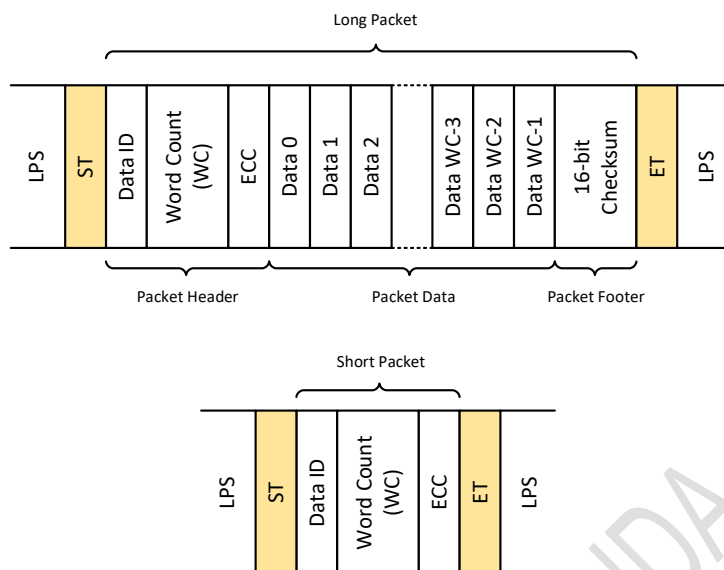
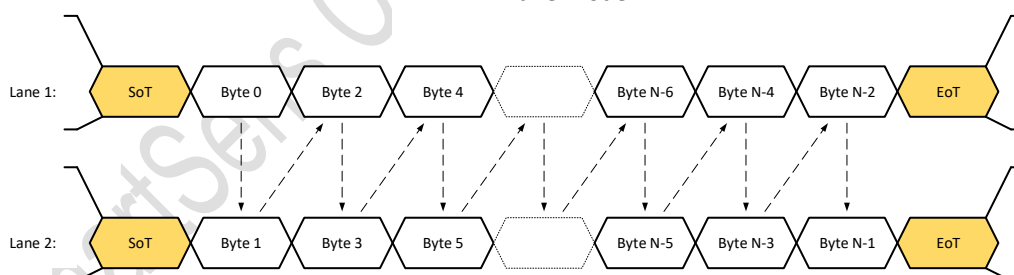
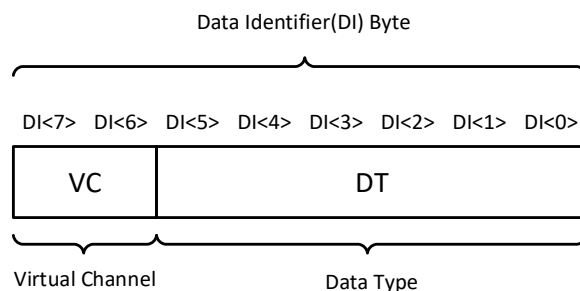

图 1-13 MIPI 长/短数据包结构示意图
图 1-14 MIPI 1/2 lane 模式数据包传输示意图
图 1-15 MIPI 数据包 DI 结构
图 1-13 展示了 MIPI 长、短数据包结构示意图。其中数据标识 DI(Data Identifier)用来区分不同的数据包类型。图 1-14 展示了 MIPI 工作在 1lane 和 2lane 模式下的数据包传输示意图。图 1-15 中, DI 包括两部分, 分别是虚拟通道 (VC) 和数据类型 (DT)。默认情况下, Sensor 给出的 MIPI 数据 VC 值都是 0, 而 DT 值如表 1-8 所示。